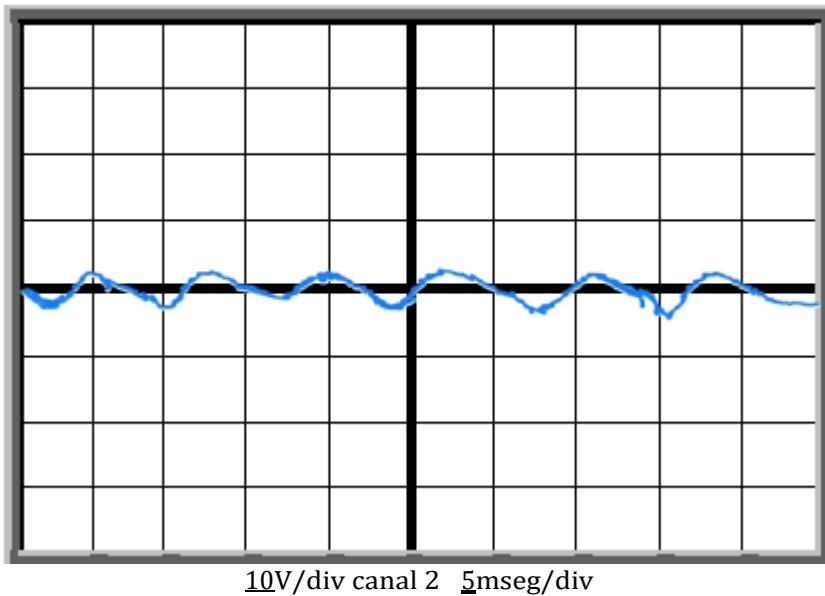

Fig. 1.21. Gráfica del voltaje de rizo del rectificador de onda completa tipo puente con filtro utilizando un capacitor de  $470 \mu\text{F}$ .
- d) Medir el voltaje de rizo del rectificador ( $\Delta V_0$ ), colocando el canal 2 del osciloscopio entre los nodos 3 y 0, el canal 2 debe de estar en el modo de CA. Graficar la señal obtenida del voltaje de rizo en la Fig. 1.21, y medir el valor de voltaje de rizo ( $\Delta V_0$ ), registrar el valor obtenido en la Tabla 1.12.